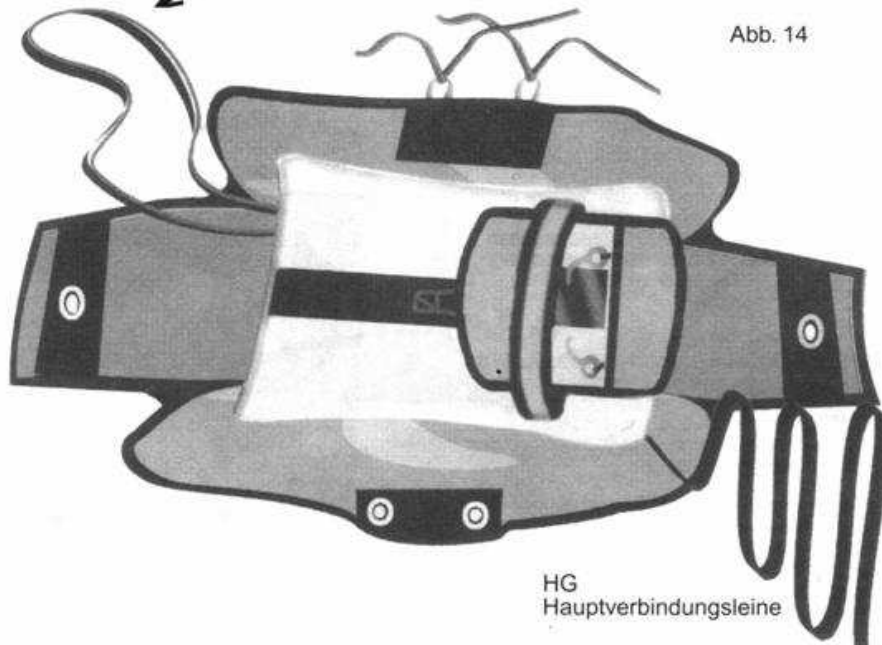

Abb. 14
10. Die Hauptverbindungsleine wird mittels des angenäherten Flauschstreifens auf dem Klettstreifen, der sich auf dem Außencontainerboden befindet fixiert. Der Innencontainer wird anschließend gemäß Abb.14 auf den Außencontainerboden gelegt. Durch die Packschlaufen am Außencontainer wird je eine ca. 40cm. lange Packschnur geführt. Mit Hilfe dieser Schnüre wird der Außencontainer verschlossen und je Öse mit einem Verschlusssplint gesichert. (Abb. 14/15/16/17)
The bridle is fixed onto the outer container, using the velcro attached to the bridle and the velcro on the base of the outer container. The inner container is laid onto the outer container as shown in figure 14. Thread a piece of draw cord (approximately 40cm in length) through the release pin loop on the outer container. With the help of these draw cords close the outer container and secure each eyelet with a release pin. (Figures 14/15 / 16 / 17)